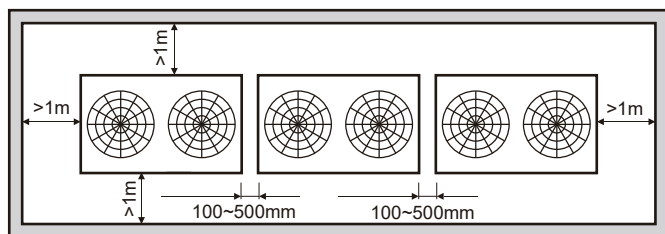

Fig. 3.9 Espacio de instalación para unidades exteriores
- 1) Durante la instalación, se debe dejar un espacio adecuado para mantenimiento, tal como se muestra en la Fig. 3.9. La unidad de alimentación eléctrica debe instalarse en el lateral de la unidad exterior, siguiendo el método indicado en el manual de instalación de la fuente de alimentación.